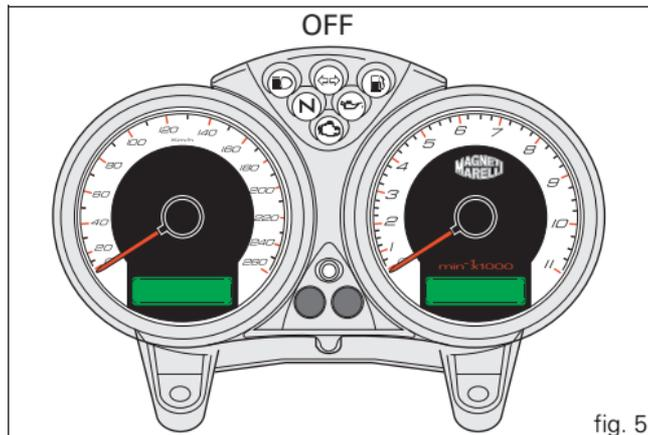
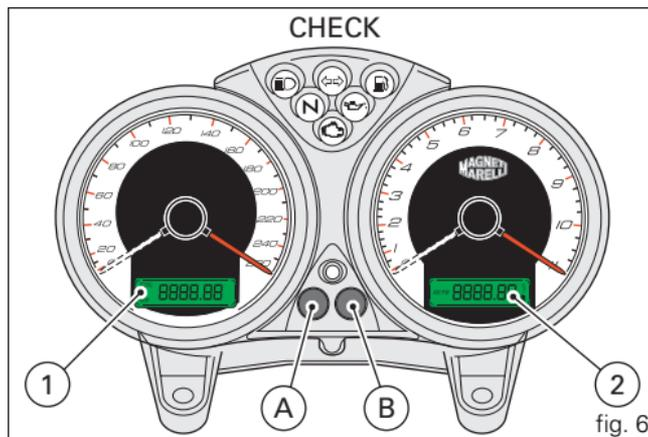

fig. 5
fig. 6
À l'allumage (en tournant la clé de contact de la position **OFF** à la position **ON**), le tableau de bord effectue un diagnostic de l'instrumentation (cadran, écran, témoins) (voir les fig. 5 et fig. 6).
Appuyer sur la touche (A, fig. 6), clé sur **ON**, pour basculer entre le totaliseur partiel et le compteur kilométrique et, si le témoin de la réserve est allumé, pour voir également le compteur de kilomètres parcourus en réserve.
Pour remettre le totaliseur partiel à zéro (LCD 1), appuyer sur la touche (A, fig. 6) pendant plus de 2 secondes quand **TRIP** (totaliseur partiel) est affiché.
Appuyer sur la touche (B, fig. 6), clé sur **ON**, pour afficher l'horloge et la température de l'huile.
Appuyer sur la touche (B, fig. 6) pendant au moins 2 secondes pour afficher l'heure sur l'écran (2, fig. 6). Sélectionner AM/PM en appuyant sur la touche (A, fig. 6). Appuyer sur la touche (B) pour régler les heures. Appuyer plusieurs fois sur la touche (A) pour modifier l'heure. Appuyer sur la touche (B) pour régler les minutes. Appuyer sur la touche (A) pour faire avancer les minutes ; en appuyant pendant plus de 5 secondes, les minutes défilent plus rapidement. Appuyer sur la touche (B) pour sortir du mode de réglage.
Quand le témoin de la réserve s'allume, l'écran (2, fig. 6) affiche « **FUEL** » et les kilomètres parcourus en réserve s'affichent sur l'écran (1, fig. 6) précédés de la lettre « **F** » (FUEL).
L'affichage de « **MAInt** » (1, fig. 6) indique qu'une révision est nécessaire dans le cadre de l'entretien périodique : ce message reste affiché pendant 5 secondes chaque fois qu'on met le contact. Quand « **MAInt** » s'affiche, prendre rendez-vous avec un concessionnaire ou un Atelier agréé Ducati pour effectuer la révision de la moto.
En appuyant sur la touche (B, fig. 6) dans les 5 secondes suivant la rotation de la clé sur la position **ON**, chaque pression sur cette touche déterminera une variation de l'intensité lumineuse du tableau de bord.